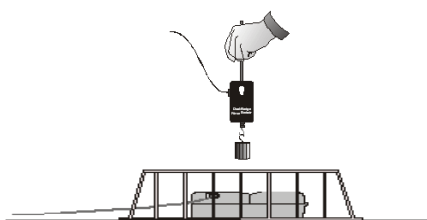

Figura 7: Aplicando uma força vertical constante
6. Coloque o detector de movimento no chão (Figura 7), mas distante das pernas da mesa ou outros obstáculos que possa gerar interferências.